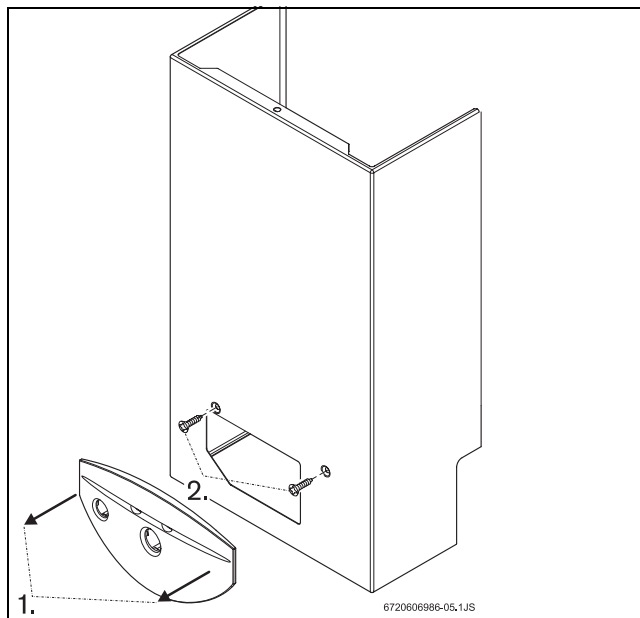

Fig. 13 Retirar a frente
- ▶ Retire o espelho do aparelho, para tal basta puxá-lo ligeiramente na sua direcção (→Fig. 13, pos. 1).
- ▶ Desaperte os dois parafusos (→Fig. 13, pos. 2).